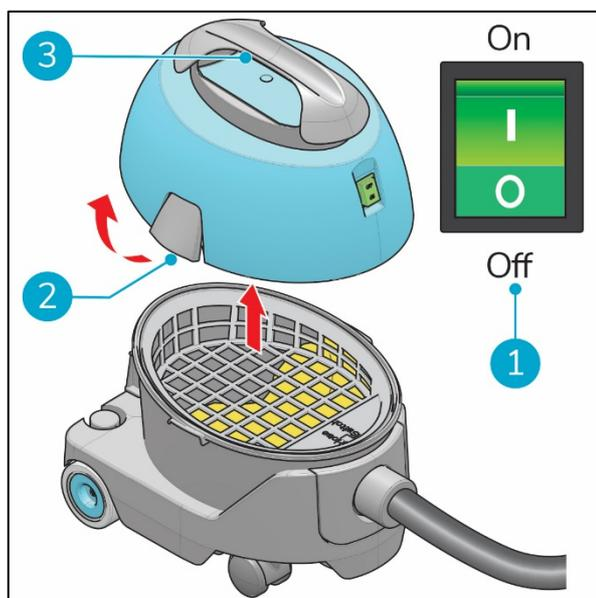

Figure 18
1. Éteignez l'i-vac® 5 à l'aide de l'interrupteur ON/OFF (Figure 18, pos. 1).
2. Ouvrez les loquets (Figure 18, pos. 2).
3. Soulevez le capot par sa poignée (Figure 18, pos. 3).